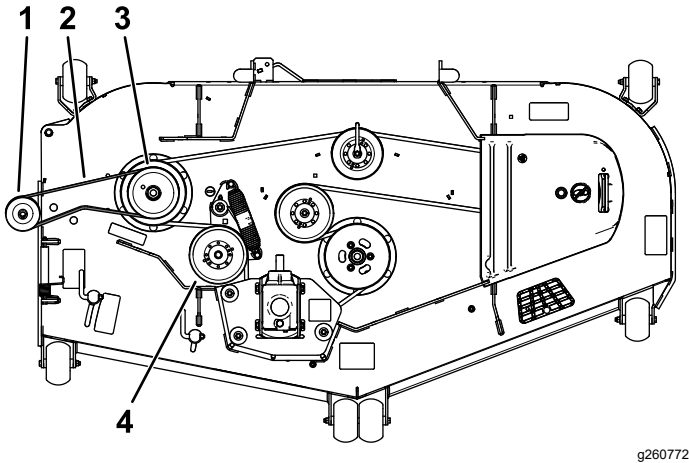

Figura 7
3. Tire hacia atrás de la polea tensora a resorte e instale la correa sobre la polea de la carcasa (Figura 7).